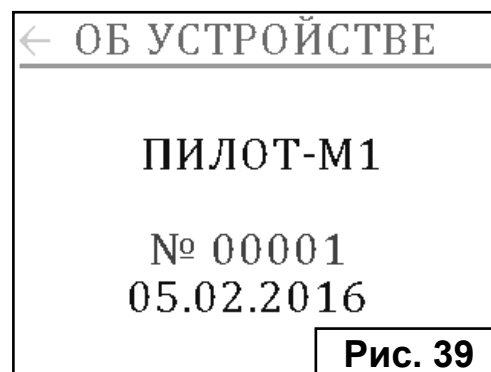

Рис. 39
3. Информация об устройстве содержит следующие данные (Рис. 39):